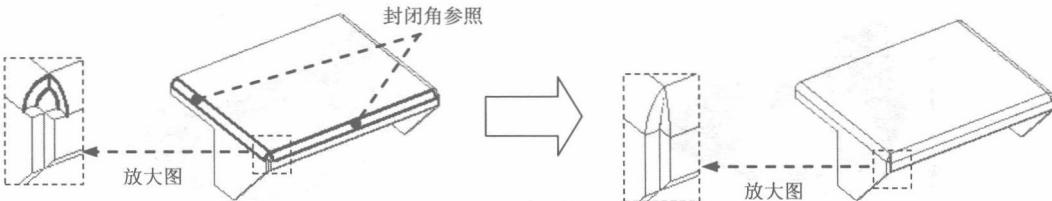

图 1.9 封闭角特征 1
Step9. 创建图1.9所示的封闭角特征1。单击“主页”功能选项卡“钣金”工具栏中的“封闭二折弯角”按钮；选取图1.9所示的相邻折弯特征为封闭角参照；在“封闭二折弯